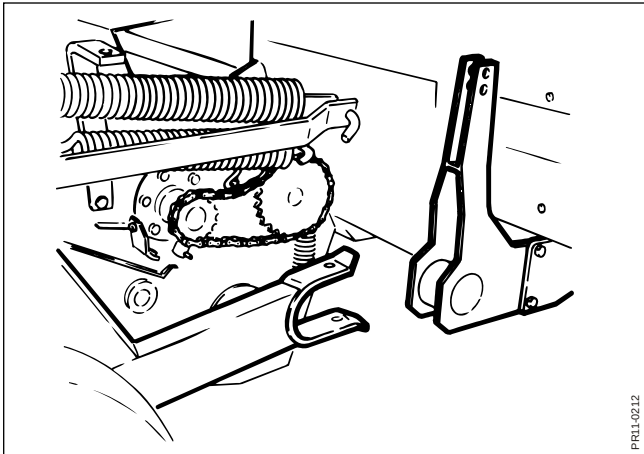

Fig. 3.11
- Fig. 3.11** Majsbordet stilles på støttefod, hvorefter maskinen køres hen til majsbordet.